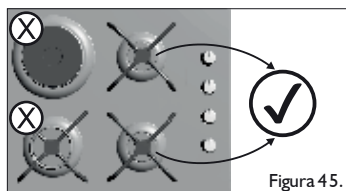

Figura 45.
- Para asar utilice siempre los quemadores semirápidos (quemadores pequeños). No utilice el quemador rápido (quemador grande), ni el palto eléctrico. (Figura 45).